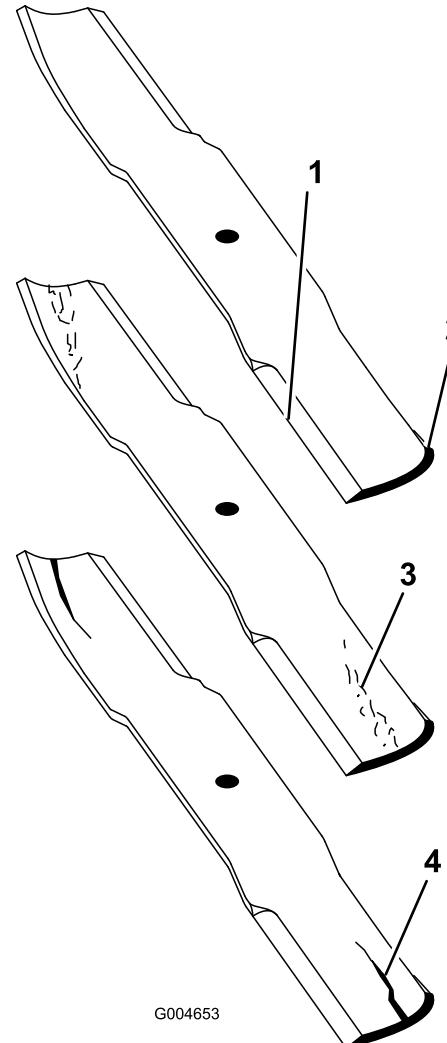

Bild 73
- Untersuchen Sie die Schnittkanten (Bild 73). Entfernen und schärfen Sie die Messer, wenn die Schnittkanten nicht scharf sind oder Auskerbungen aufweisen. Siehe Schärfen der Messer \(Seite 42\).
2. Untersuchen Sie die Schnittmesser, insbesondere den flachen Bereich (Bild 73). Wenn Sie Schäden, Verschleiß oder Rillenbildung in diesem Bereich feststellen (Bild 73), sollten Sie sofort ein neues Schnittmesser einbauen.